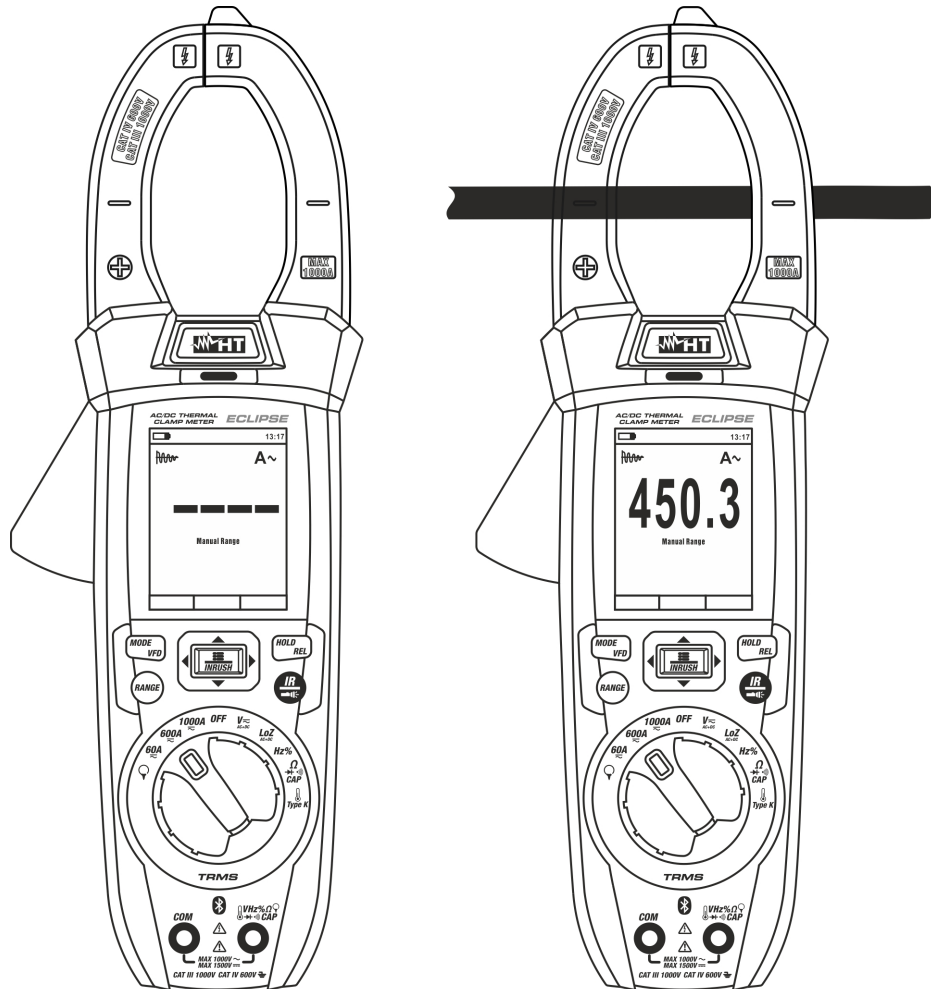

Abb. 33: Verwendung des Gerätes für AC TRMS Anlasströme (INRUSH)
3. Drücken Sie die **INRUSH** Taste (>2s), um aktivieren die Funktion "INRUSH". Die Symbole "A \sim " und "----" werden im Display angezeigt (siehe Abb. 33 – linke Seite)